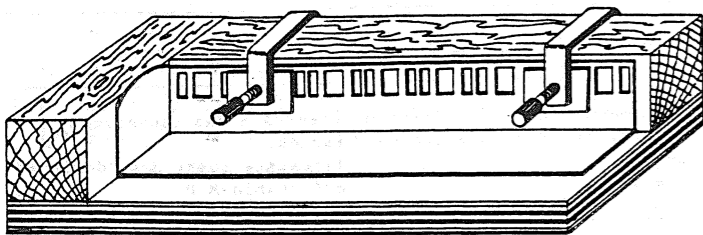

Fig.1 Maintien en position de soudure d'éléments de caisse de voiture. Serre-joints omis sur plancher et dossier pour plus de clarté.
A utiliser pour tous les assemblages devant être avant tout résistants (ex.: fig 1). Le fil de  $\varnothing 1$  mm est une bonne moyenne, mais il faut parfois plus fin. Si vous n'avez pas de fil plus fin, aucune importance, aplatissez le fil avec un marteau et coupez dans le sens de la longueur des bandes de la finesse désirée. Il est toujours intéressant de marteler légèrement un fil pour l'empêcher de rouler.
**Exemple :** l'assemblage des éléments d'une caisse de voiture en laiton se fera sur le mannequin représenté fig.1, montage très simple à réaliser avec du contreplaqué d'environ 20 mm parfaitement plan, et deux petites longueurs de bois raisonnablement dur ( $\neq 45 \times 45$  mm) dont on aura vérifié qu'au moins deux faces forment un angle droit.